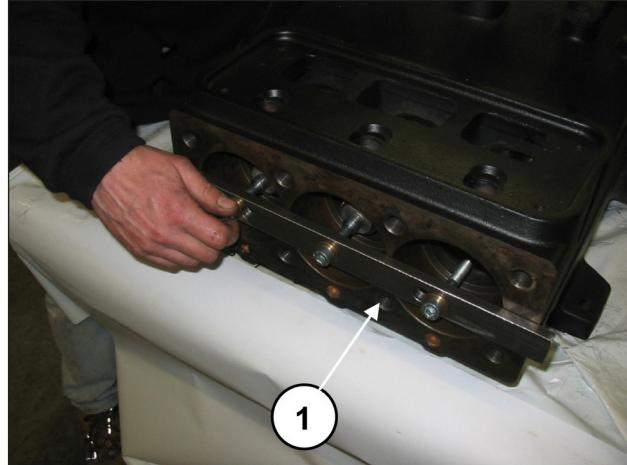
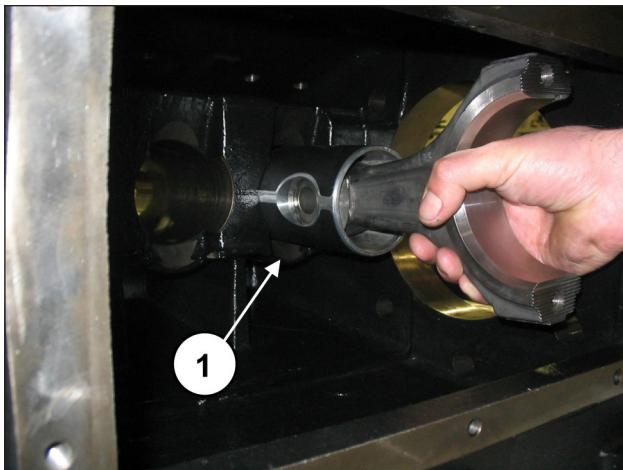

Fig. 32
Fig. 33
Comece a desapertar os parafusos do equipamento cód. 27566200 para desbloquear as bielas (pos. ①, Fig. 32) e, em seguida, extraia os conjuntos de biela-guia do pistão da abertura traseira do cárter (pos. ①, Fig. 33).
Depois de ter verificado a limpeza correta do cárter, insira o conjunto da semi-bielas de guia do pistão no interior dos canos do cárter (pos. ①, Fig. 33).
Bloqueie os três grupos usando a ferramenta própria cód. 27566200 (pos. ①, Fig. 32).
27566200 (pos. ①, Fig. 32).